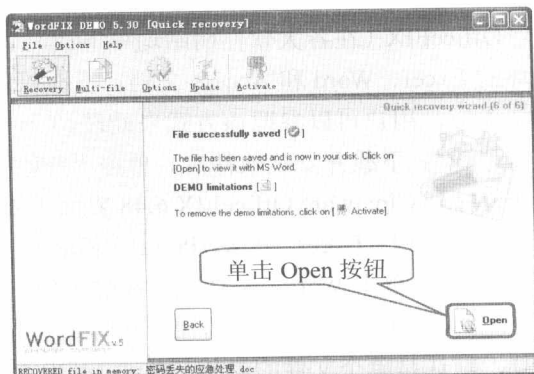

图 10-42 提示用户文件成功保存
步骤⑦ 在弹出的窗口中提示用户文件成功保存(如图 10-42 所示),单击右下角的 Open 按钮就可以成功打开修复的 Word 文档了。